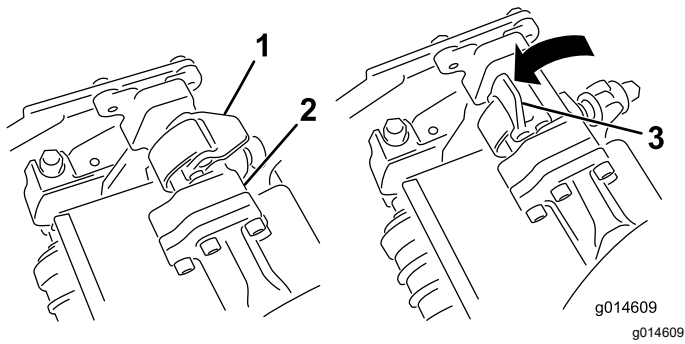

Bild 58
4. Die Riegel an der Aufhängearmstange müssen nach oben zeigen (d. h. offen) (Bild 58); drücken Sie den Aufhängearm dann so nach unten, dass die Stange über die Stange an der Oberseite der Schneideinheit passt (Bild 59).
- Drücken Sie die Riegel nach unten um die Schneideeinheitsstange herum und arretieren sie (Bild 58).
5. Öffnen Sie die Riegel an der Aufhängearmstange der Schneideinheit, die Sie entfernen möchten (Bild 58).